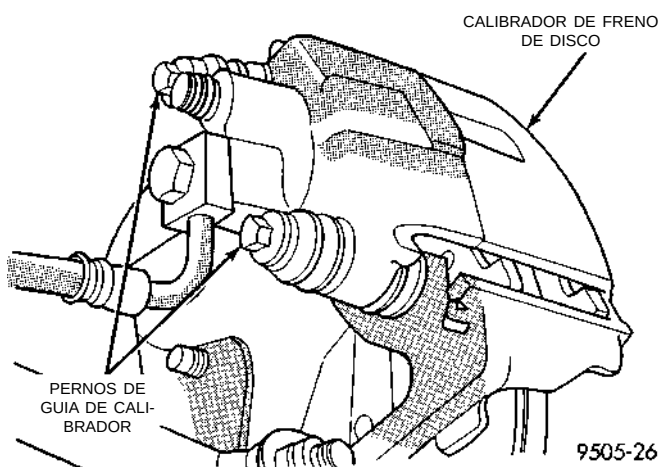

Fig. 72 Pernos del pasador guía del conjunto de calibrador
(1) Eleve el vehículo sobre gatos fijos o céntralo sobre un elevador. Consulte Elevación en la sección de Lubricación y mantenimiento de este manual.
(2) Retire del vehículo los conjuntos de ruedas y neumáticos traseros.
(3) Retire los 2 pernos que fijan el conjunto de calibrador en el pasador guía del adaptador (Fig. 72).
(4) Retire del adaptador y el rotor el calibrador, haciendo girar primero el extremo libre del calibrador
(8) Instale los pernos del pasador guía del conjunto de calibrador y ajústelos (Fig. 72). Apriete luego ambos pernos del pasador guía con una torsión de 22 N·m (192 libras pulgada).
(9) Instale el conjunto de rueda y neumático.
(10) Apriete las tuercas de los pernos de instalación de la rueda en la secuencia adecuada hasta que todas estén con la mitad de torsión de la especificación. Después repita la secuencia de ajuste hasta que complete la especificación total de 135 N·m. (100 libras pie).
(11) Retire los gatos fijos o baje el elevador. **Antes de mover el vehículo, bombee varias veces el**